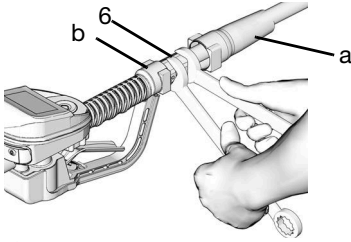

ABB. 9
2. Die Drehmanschette (a) in Richtung des kleineren Endes nach hinten über den Schlauch schieben, um den Drehanschluss (6) freizulegen (ABB. 9).
3. Tragen Sie Gewindedichtmittel auf das Außengewinde des Schlauchanschlusstückes auf. Schlauchfitting (b) in das Schwenkstück des Dosierventils mit Messanzeige (6) einschrauben. Alle mit zwei Schraubenschlüsseln festziehen (ABB. 9).